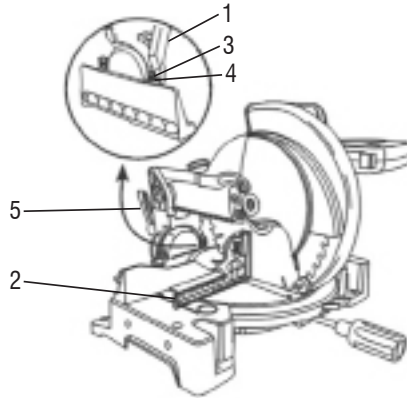

Fig. 16 – Ajuste del batiente de 90°
- 1 - Posicione el cabezote de la máquina en la posición más baja, Fig. 16;
- 2 - Suelte el manipululo (5);
- 3 - Inclíne el cabezote lo más posible para la derecha, hasta apoyar en el batiente (3);
- 4 - Apriete el manipululo (5);
- 5 - Con auxilio de una escuadra (2) (no acompaña el equipo) apoye la escuadra en la lámina apoyándola en la base de la máquina y verifique si hay huelga entre la escuadra y la lámina;
- 6 - En caso de encontrar huelga entre la escuadra y la lámina, suelte la tuerca (4);
- 7 - Ajuste el batiente (3) y apriete la tuerca;